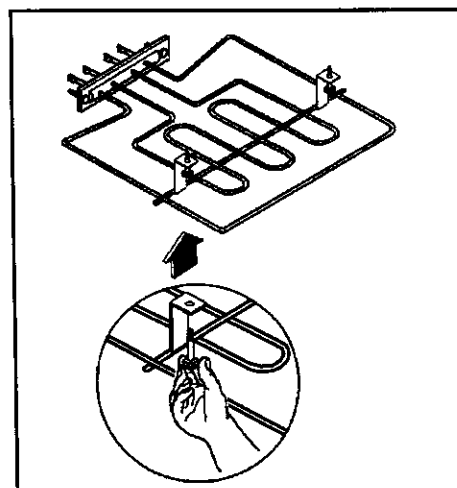

Рис.12
- Отвинтите винты, крепящие гриль (см. рис. 12). Если вы выполняете эту операцию впервые, то рекомендуем воспользоваться отверткой.